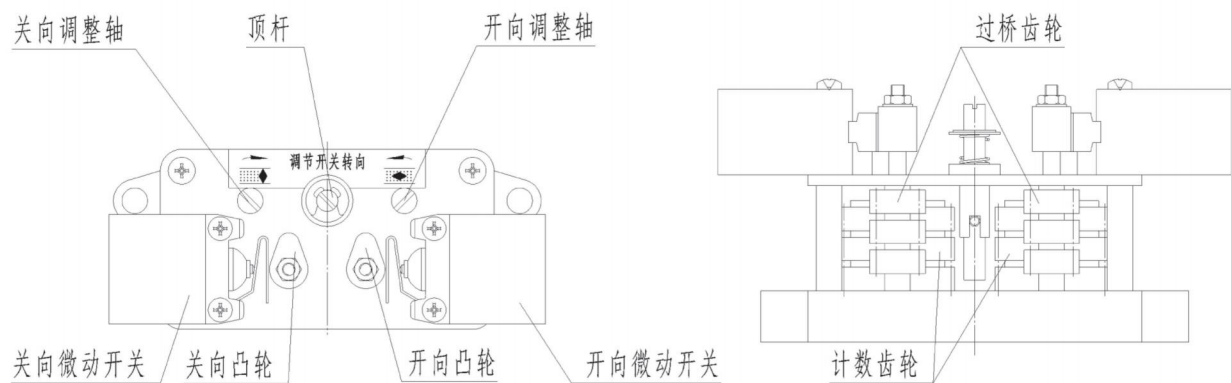

图6 机械行程控制机构
机构行程控制机构采用十进制计数器原理，又称为行程计数器，控制精度高，结构见图6。其工作原理为：由减速箱内的一对大小伞齿轮带动中传小齿轮，再带动行程控制机构工作。如果行程控制器按阀门开、关的位置已调整好，当控制器随输出轴转动到预先调整好的位置（圈数）时，则凸轮将转动90°，迫使微动开关动作，切断电源，电动机停转，从而实现对电动装置行程（转圈数）的控制，达到目的。
9.2 行程控制机构的调整（参见图6）